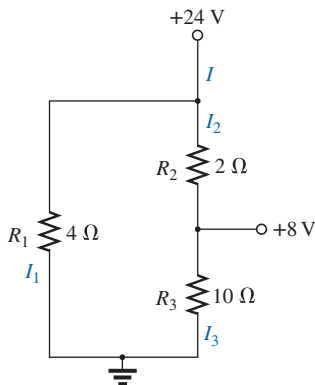

Figura 7.72 Problema 13.
13. a) Calcule o valor absoluto e o sentido das correntes  $I$ ,  $I_1$ ,  $I_2$  e  $I_3$  para o circuito na Figura 7.72.
b) Indique o sentido de cada uma na Figura 7.72.